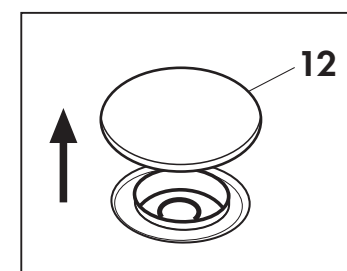

Abb. 4
Den Verschluss (12) abnehmen und den Tank füllen (Abb. 4).